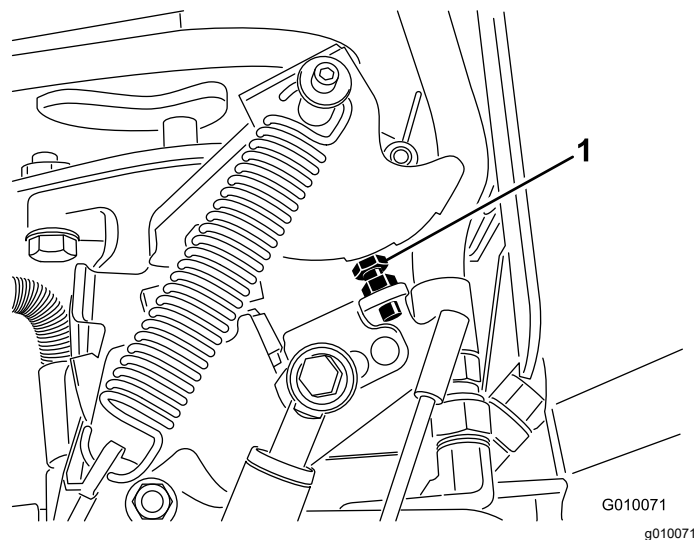

Figura 71
6. Se for necessário algum ajuste, rode o parafuso de paragem da bomba (Figura 71) para mais perto da placa de bloqueio para diminuir o intervalo entre furos ou rode o parafuso de paragem para o afastar da placa de bloqueio e assim aumentar o intervalo entre furos.